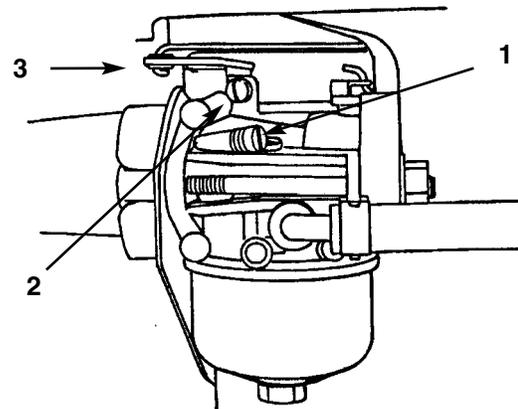

Bild 26
- Die Leerlaufmischungsschraube (Bild 26) langsam bis zum Schließen im Uhrzeigersinn drehen. Die Leerlaufmischungsschraube nie forcieren (zumachen), sonst wird der Vergaser beschädigt.
- Die Leerlaufmischungsschraube (Bild 26) eine volle Umdrehung im Gegenuhrzeigersinn drehen. Bei dieser Einstellung läßt sich der Motor starten.
- Den Vergaser-Gashebel gegen die Leerlaufeinstellschraube halten (Bild 26). Die Leerlaufeinstellschraube so verstellen, daß der Motor mit 1750 U/min läuft. Die Umdrehungszahl mit einem Drehzahlmesser prüfen.
- Während Sie den Vergaser-Gashebel weiterhin gegen die Leerlaufeinstellschraube halten, die Leerlaufmischungsschraube (Bild 26) langsam eindreihen (Uhrzeigersinn), bis sich die Motordrehzahl reduziert (magere Mischung). Jetzt die Leerlaufmischungsschraube herausdrehen (Gegenuhrzeigersinn), bis der Motor beginnt, unregelmäßig zu laufen (fette Mischung).
- Jetzt die Leerlaufmischungsschraube (Bild 26) halbwegs zwischen mager und fett einstellen, bis der Motor ruhig läuft.